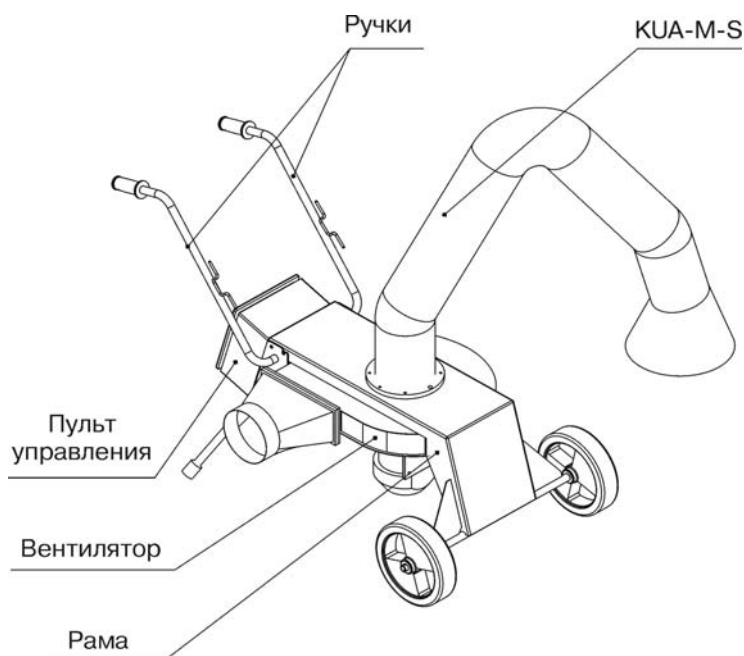

Рисунок 1.
5.1. Устройство состоит из тележки и установленных на ней высокооборотного радиального вентилятора FUA-2101 и подъемно – поворотного вытяжного устройства KUA-M-2-SL-1,8. Установка на тележке позволяет легко перемещать устройство и устанавливать вблизи места проведения работ. Устройство подключается к однофазной электрической сети напряжением 220 В при помощи гибкого кабеля. На пульте находится сетевой выключатель. Клавиши включения вентилятора и подсветки находятся на приемной воронке KUA. Устройство может быть подсоединено к местной вытяжной системе при помощи гибкого шланга Ø160 мм. Общий вид устройства приведен на рис. 1. Схема электрическая принципиальная устройства приведена в приложении 1.